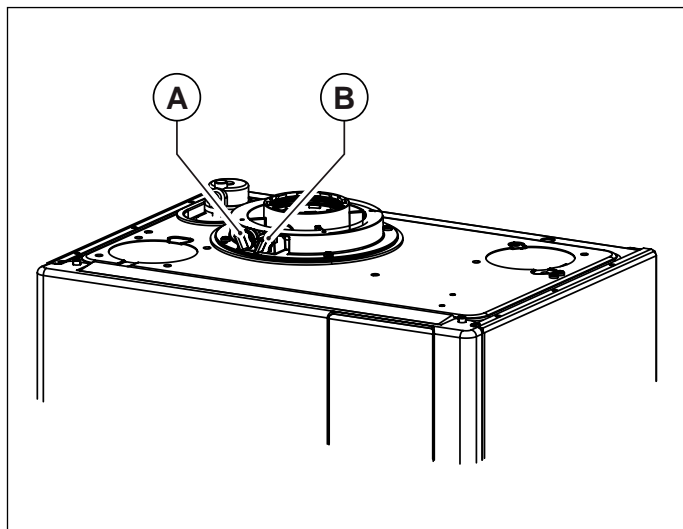
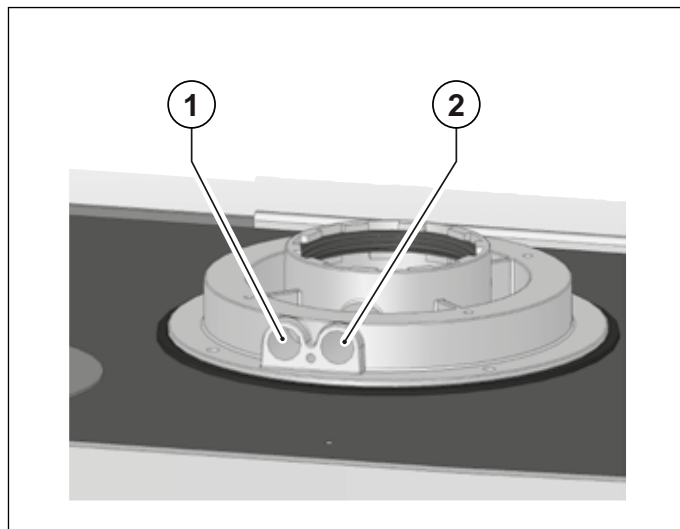

Рис. 15 Положение заглушек
Рис. 16 Положение отверстий
На котле имеется патрубок для подключения к системе воздухозабора/дымоотвода (смотри Рис. 15 Положение заглушек и Рис. 16 Положение отверстий).
В патрубке предусмотрены два отверстия для прямого доступа к воздуху, необходимого для горения, и к дымовым газам (смотри Рис. 15 Положение заглушек).
Для проведения измерений необходимо снять заглушки **A** и **B** с отверстий на патрубке (смотри Рис. 15 Положение заглушек).
- замер температуры воздуха, необходимого для горения, в соответствующем отверстии **1** (смотри Рис. 16 Положение отверстий).
- замер температуры дымовых газов и содержания CO2 в соответствующем отверстии **2** (смотри Рис. 16 Положение отверстий).